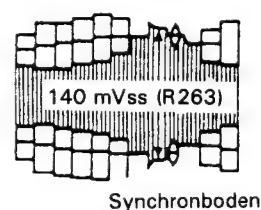

Abbildung 2-7.
6. R263 (Aufnahme-FM-Pegelregler) so einstellen, daß der Synchronboden 140 mVss beträgt. (Siehe Abb. 2-7.)